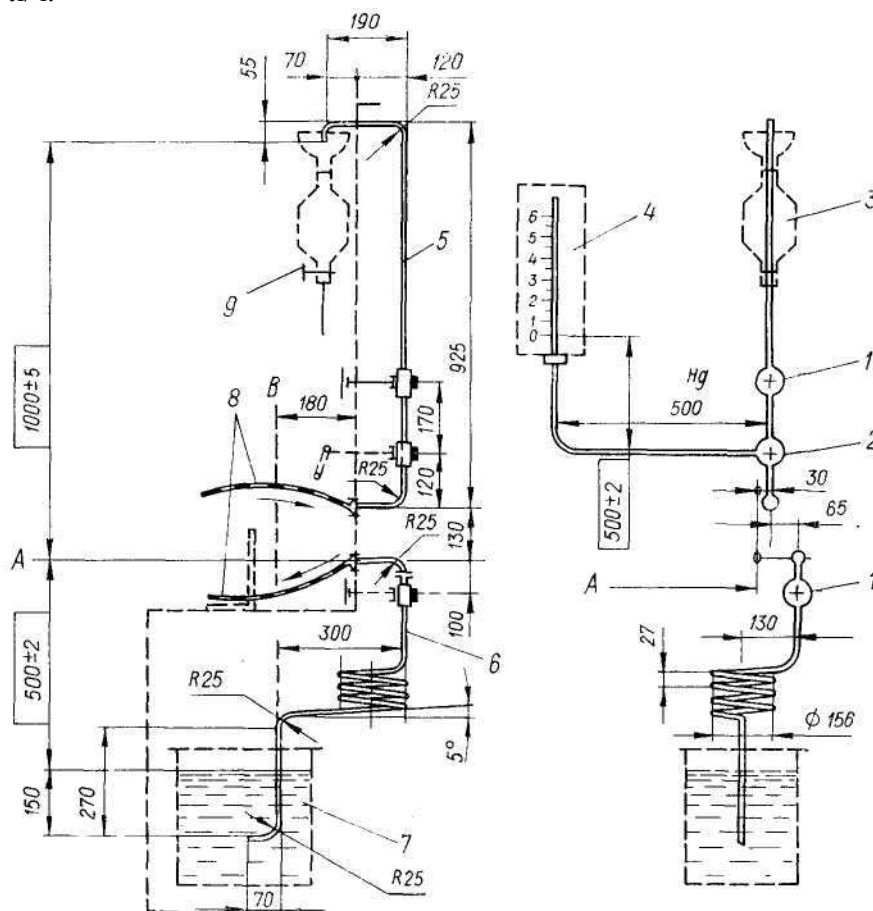

Рис. 101. Схема установки для испытания топливного насоса:
- Целесообразна также проверка работы топливного насоса на испытательной установке (рис. 101). При этом:
Установите топливный насос на стенд, откройте кран 1 (рис. 101) и поверните трёхходовой кран 2 так, чтобы перекрыть путь к манометру 4 и открыть к мерному бачку 3. Пустите в работу топливный насос и замерьте его производительность. Производительность насоса при частоте вращения 3 с^{-1} (200 ± 5 об/мин) должна быть не менее 54 л/ч.